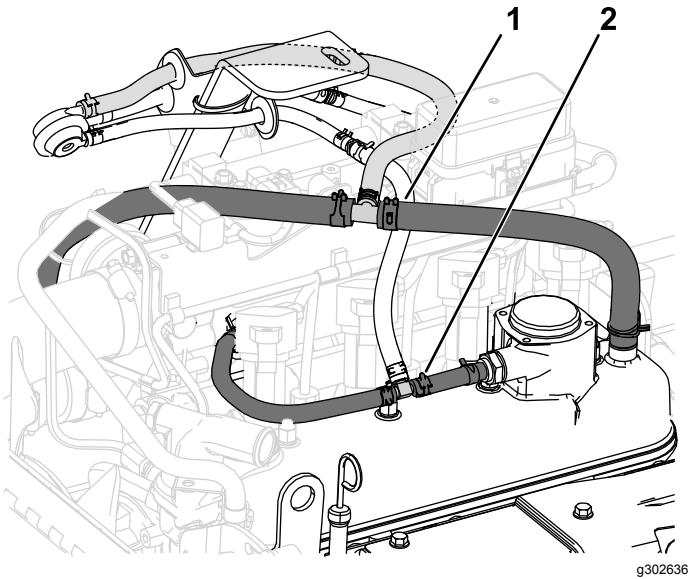

図 7
- PCVホースのそれぞれの切り口に、T字フィッティングの枝 $1/4"$ を接続して、ホースクランプ $1/2"$ で図7のように固定する。
- バキュームホースのそれぞれの切り口に、T字フィッティングの枝 $1/2"$ を接続して、ホースクランプ $13/16"$ で図7のように固定する。